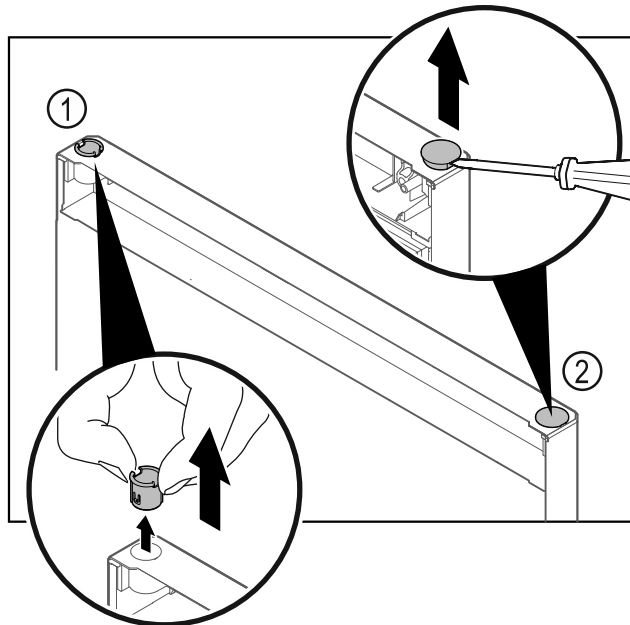

Fig. 22
- Vytiahnite puzdro závesu Fig. 22 (1) prstami.
- Plochým skrutkovačom opatrne nadvihnite kryciu zátku Fig. 22 (2) a vytiahnite ju.